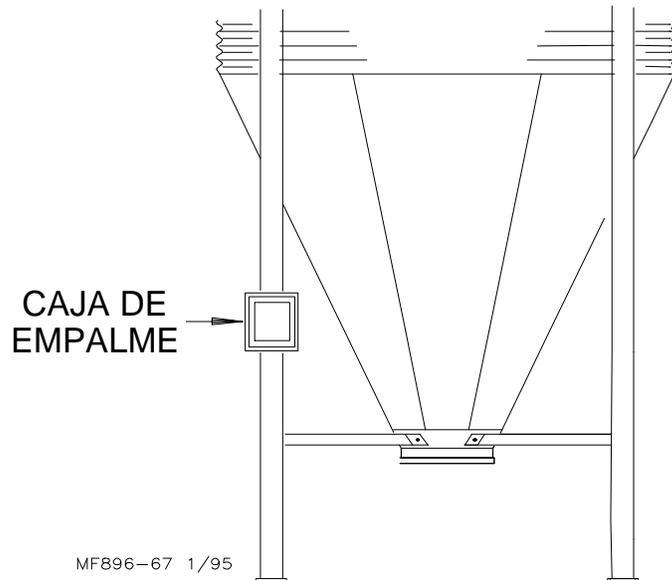

Figura 66. (Vista lateral)
9. Montar la caja de empalme (N° de pieza 25694) en la pata del silo, utilizando los herrajes provistos. Ver la **Figura 66**.